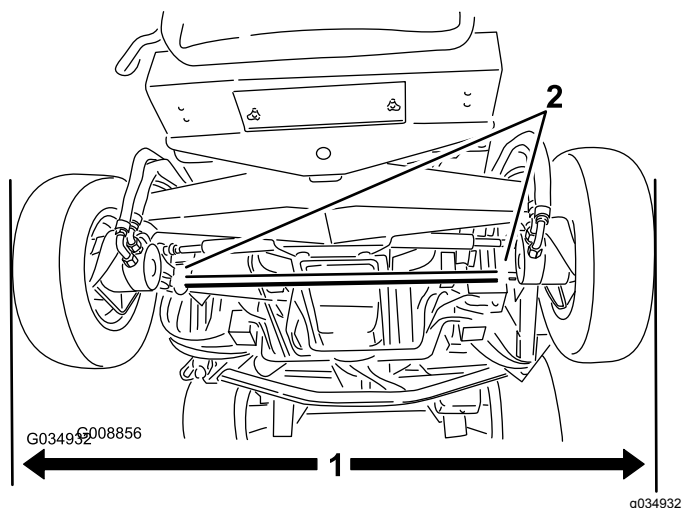

Figura 115
1. Com os pneus traseiros a direito, meça a distância exterior (no eixo da altura) à frente e atrás dos pneus traseiros (Figura 115).
2. Para efetuar o ajuste do alinhamento, desaperte os grampos em ambas as extremidades das barras de ligação (Figura 115).